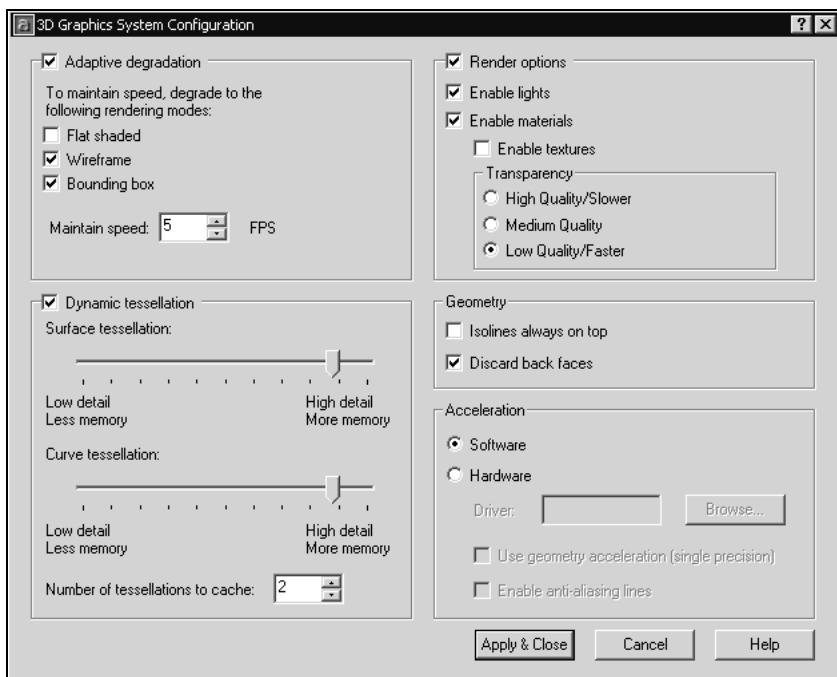

Рис. 10.3. Диалоговое окно 3D Graphics System Configuration
- в появившемся диалоговом окне **3D Graphics System Configuration** (Конфигурация графической системы) (рис. 10.3) установить флажок **Enable Materials** (С материалами);